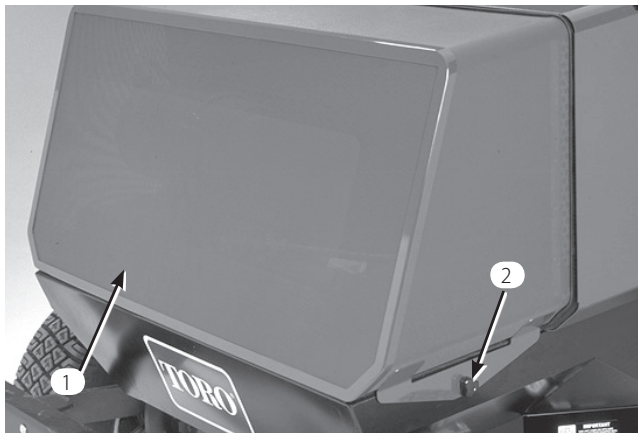

図 36
2. 後スクリーンをフレームに固定しているノブを外してスクリーンを外す(図36)。